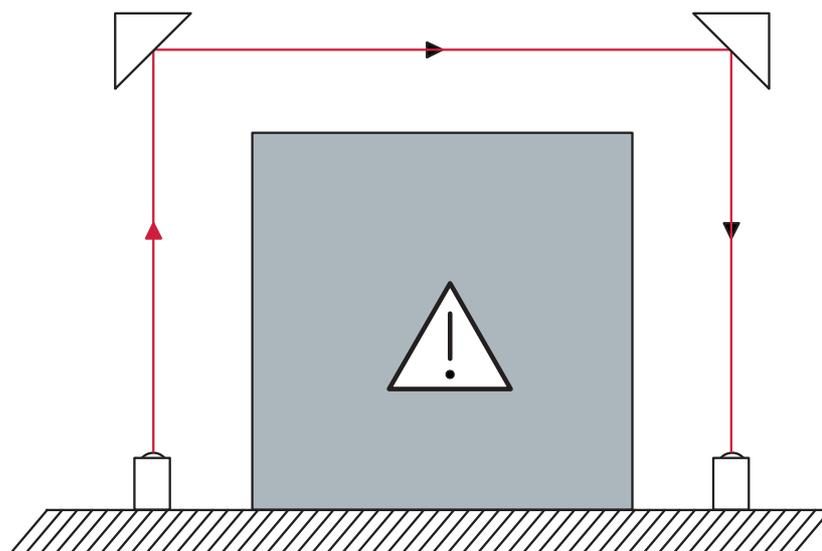

Figura 6.5: Disposizione degli specchi deflettori
- Disposizione degli specchi deflettori in modo che l'asse ottico si trovi al centro dello specchio (vedi figura 6.5).